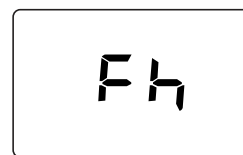

fig. 7- Ontluchting met uitgeschakelde ventilator
- De eerstvolgende 280 seconden gaat de ontluchtingscyclus door met uitgeschakelde ventilator (fig. 7).